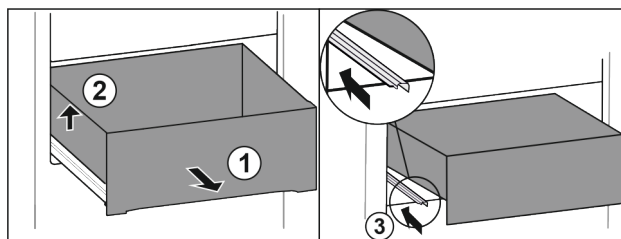

Fig. 113
- ▶ 将抽屉拉出至止挡。 Fig. 113 (1)
- ▶ 抬起抽屉左侧。 Fig. 113 (2)
- ▶ 推入左侧轨道。 Fig. 113 (3)